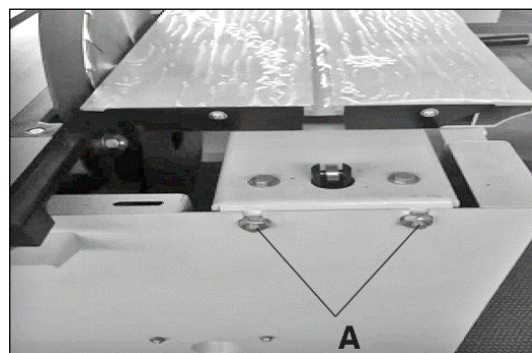

Рисунок 5.
- ослабьте крепеж **А** (рис. 5) и перемещая основание каретки отрегулируйте зазор;